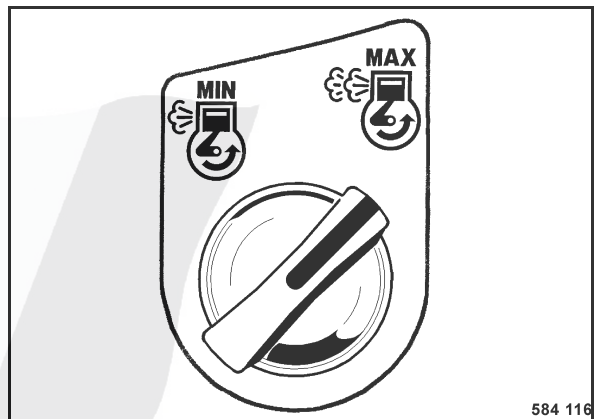

fig. 45
- Positionner l'interrupteur rotatif (fig. 45) sur "MAX" (pleins gaz).